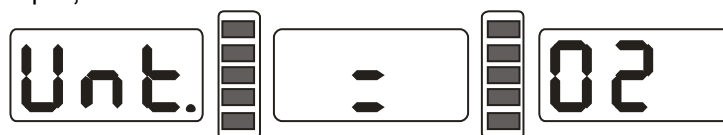

рисунок 12-2
12.2 Нажмите клавишу b+ или b- key. Появится рисунок 12-2. Текущее обозначение – унция;